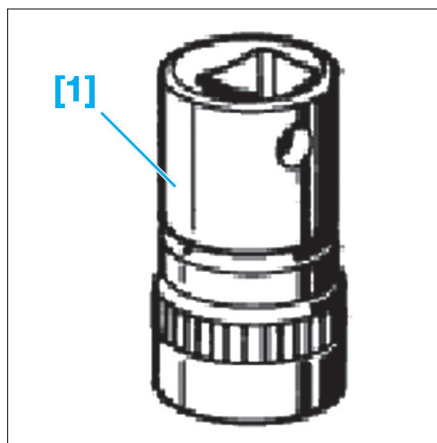

Fig. 2
- [1]. Douille avec aimant (réf BMW : 24 1 110) (Fig.2).